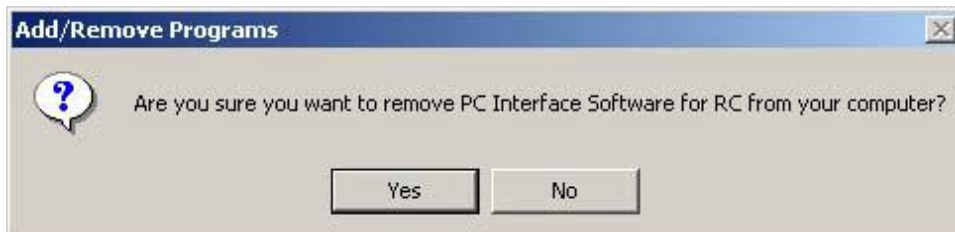

图 1.13 文件删除确认
- ③显示文件删除的确认对话框（图 1.13）后，按“是（Y）”。